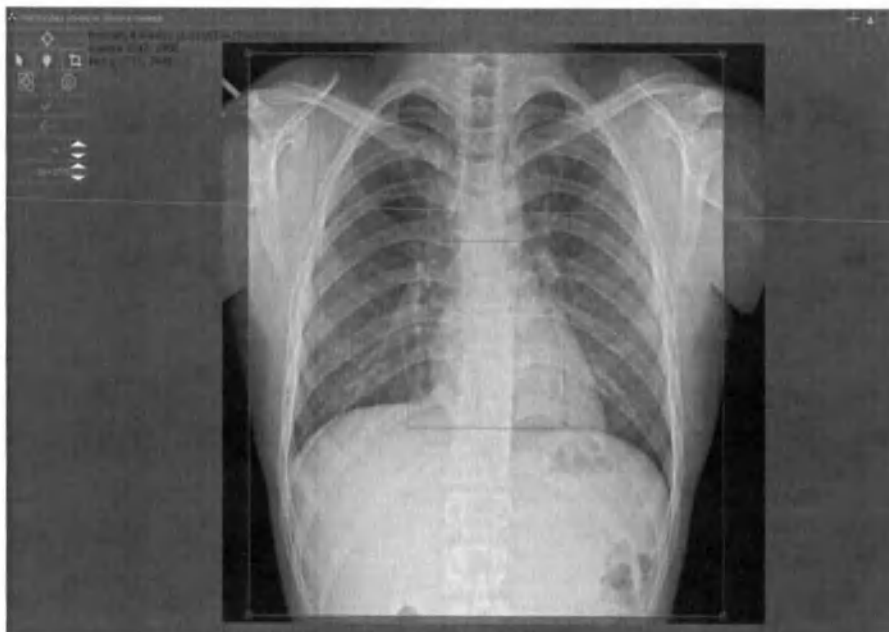

Рис. 91 Окно "Настройка области печати снимка" (Кадрирование)
- При нажатии функциональной кнопки «Кадрирование» откроется окно «Настройка области печати снимка» (Рис. 91 Окно "Настройка области печати снимка" (Кадрирование));